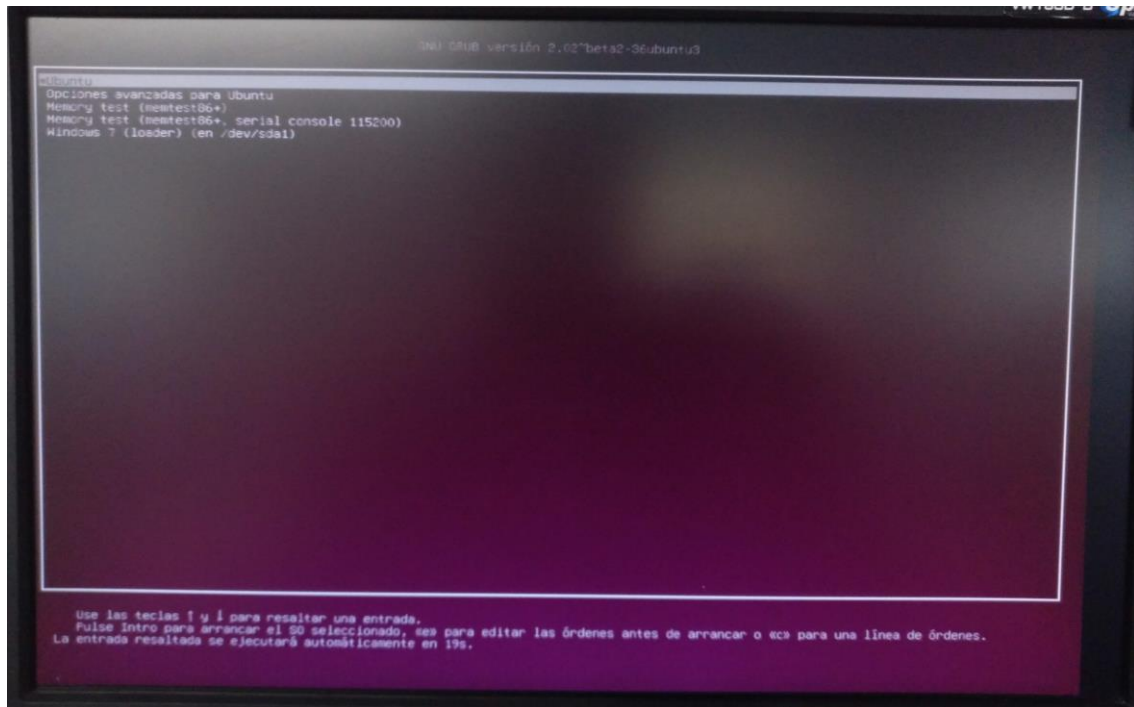

Imagen 2: el monitor muestra la BIOS cargando el disco de arranque (sistema operativo).
- Caso 7: todo conectado con HDD: POST correcto, 1 pitido corto, el monitor muestra imagen de la BIOS cargando el disco de arranque (sistema operativo) (imagen 2).